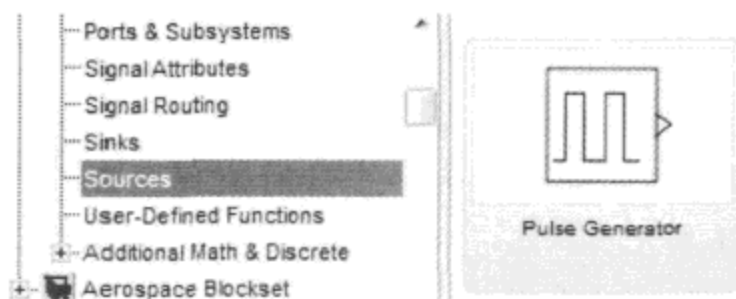
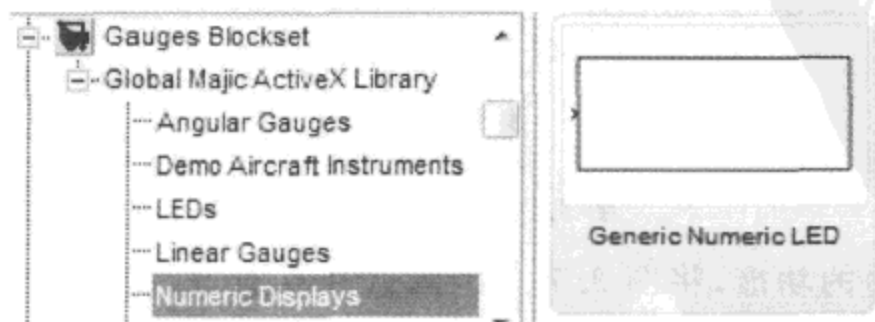
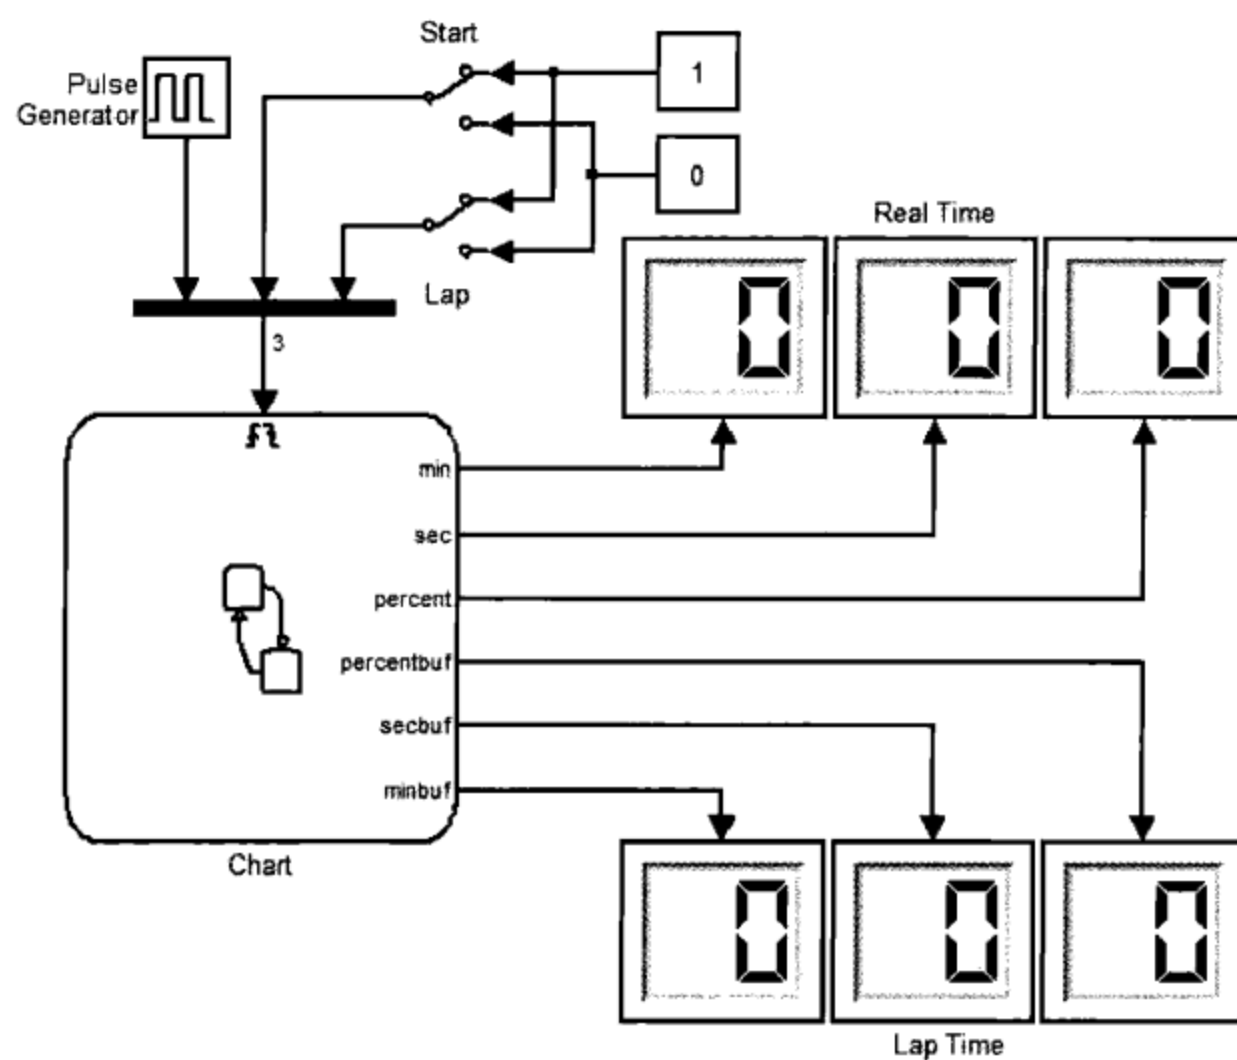
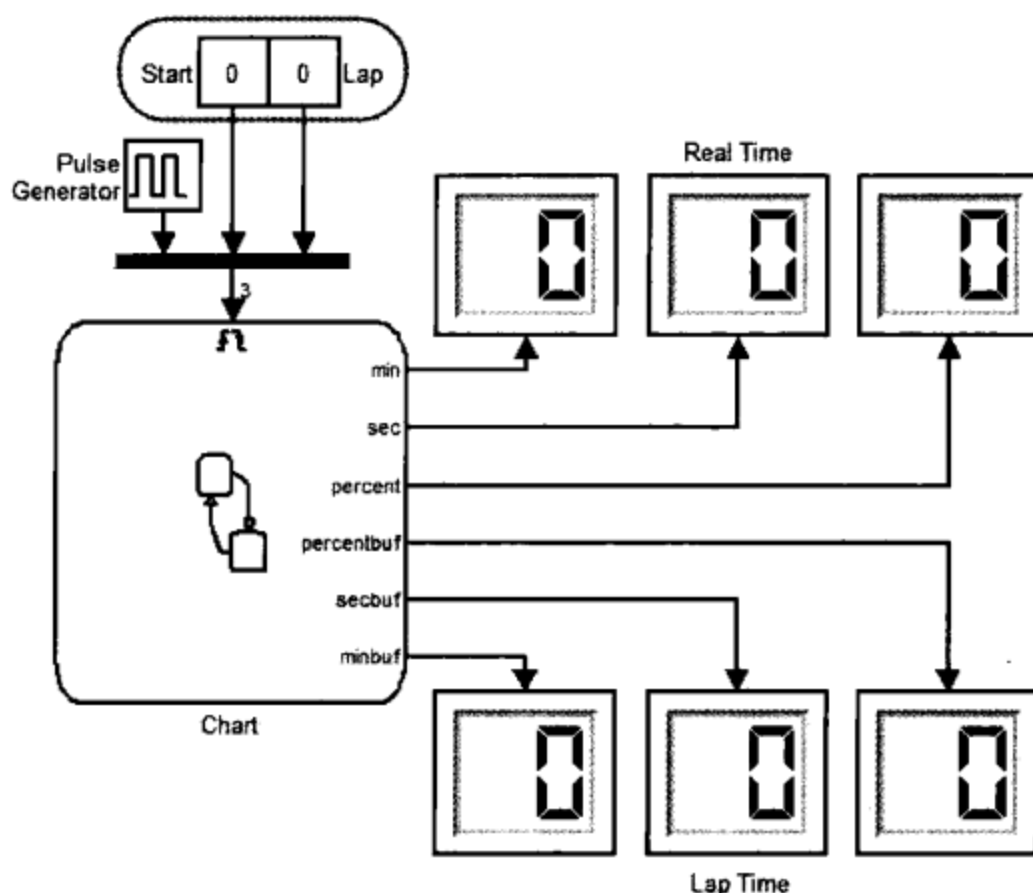

图 3.7.3 脉冲发生器模块
图 3.7.7 数字 LED 模块
图 3.7.8 功能验证模型
图 3.7.12 调整功能验证模型
以脉冲模块模拟输入时钟信号,两个开关分别模拟 Start 与 LAP 按钮,按图 3.7.8 建立 Simulink 模型。由于每个 Stateflow 模块只能有一个事件输入口,有多个外部输入事件时,必须使用 Mux 模块将它们组合成向量。水平放置的 Mux 模块,其输入端口号从左往右对应事件端口号,而垂直放置的 Mux 模块,其对应关系则是从上到下。
在 Simulink 模块库中找到图 3.7.3~图 3.7.7 所示模块,并按图 3.7.8 所示连接。
(1) 删除图 3.7.8 模型的开关以及常数模块,另外新增常数 Start 与 Lap,按图 3.7.12 所示调整。